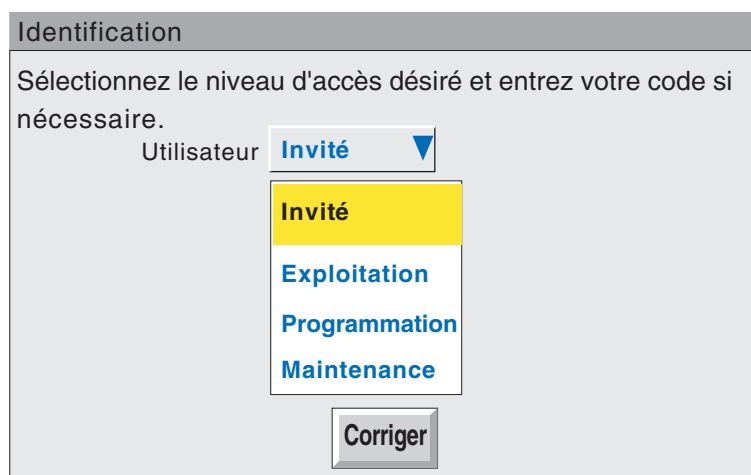

Figure 3.3.1a Accès à la configuration
- 1 Dès que l'initialisation de l'enregistreur est terminée, toucher le bouton contenant le niveau d'accès en cours (figure 3.3.1a).